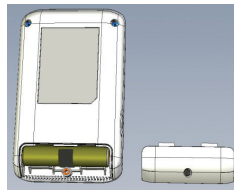
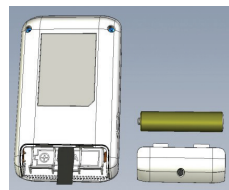

Fig. 1a
Fig. 1b
- 5.2.1. Skru dækslet til batterirummet bag på enheden af, og fjern det for at indsætte/udskifte batteriet (Fig. 1a). Fjern det gamle batteri (hvis der er et) med den indbyggede strimmel. Indsæt det nye batteri ifølge polaritetsindikationerne, der er afmærket i batterirummet, (Fig. 1b), sæt dækslet på igen og spænd skruen.